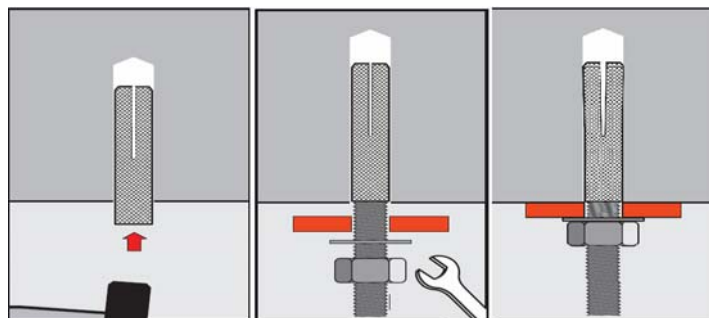

Рисунок 9. Установка латунного разрезного анкера.
- зафиксировать винт крючок гайкой с шайбой кузовной (Рис. 9).